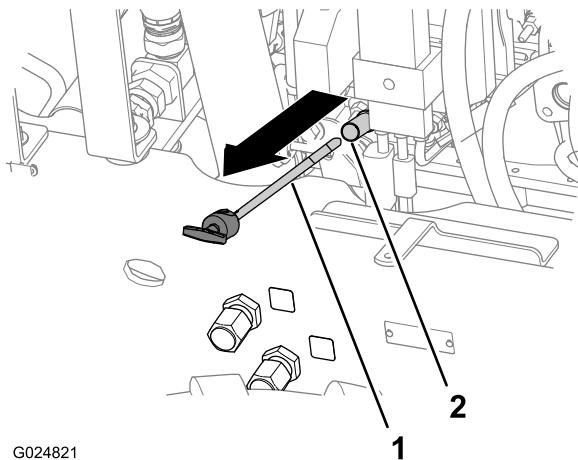

Figure 23
- Retirez la jauge et essuyez-la sur un chiffon propre (Figure 23).
- Insérez la jauge au fond du tube, puis ressortez-la (Figure 23).